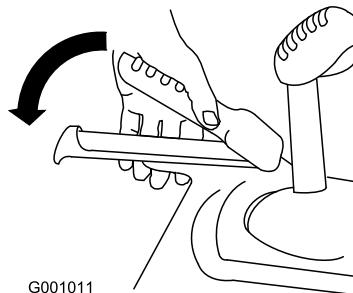

Figure 35
- Pour engager la transmission aux roues, serrez le levier gauche (déplacement) contre la poignée (Figure 35).